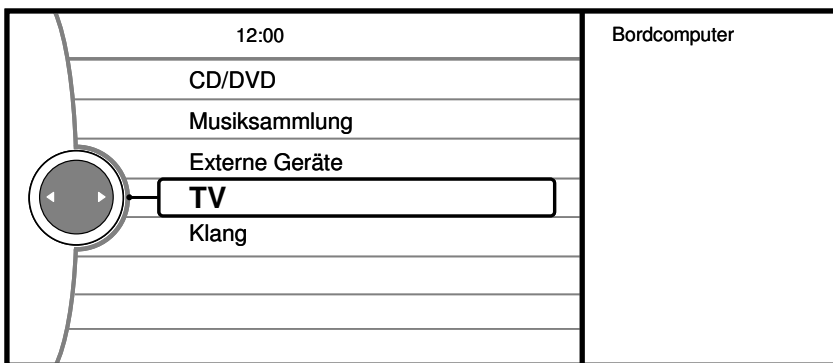

Abb.49
2. **TV-Tuner** Quelle auswählen (Abb. 49).